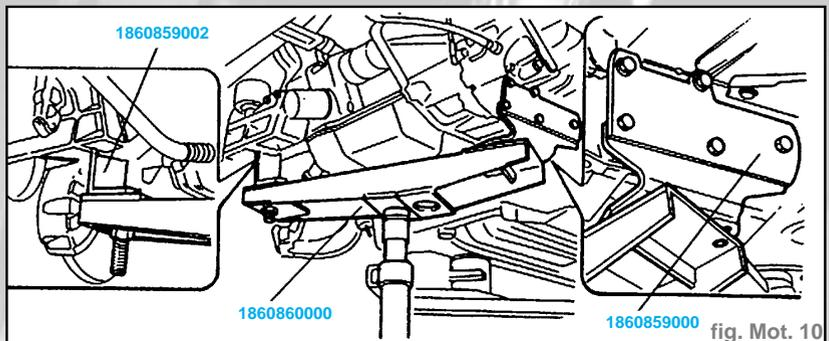

fig. Mot. 10
- Positionner l'outil **1860860000** de support du groupe motopropulseur sur le vérin hydraulique et le fixer au groupe motopropulseur à l'aide des outils **1860859000** et de l'adaptateur **1860859002** (fig. Mot. 10).